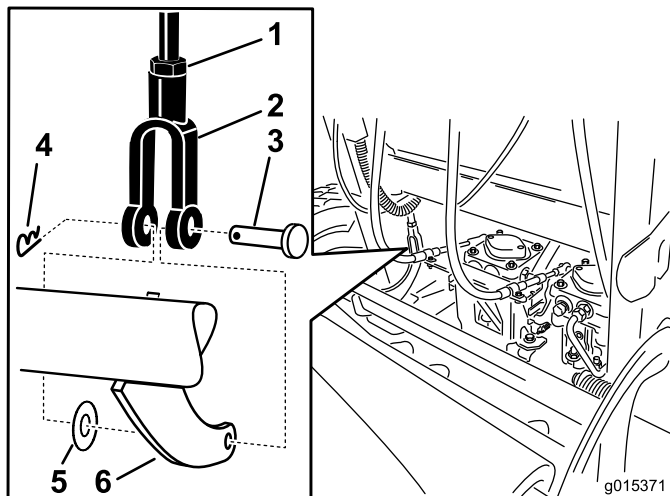

Figura 64
5. Para ajustar el freno, retire el pasador y el pasador de horquilla de la palanca de freno inferior y la horquilla (Figura 64).
6. Afloje la contratuerca (Figura 64).
7. Gire la horquilla (Figura 64).
8. Sujete la horquilla a la palanca de freno inferior con el pasador y la chaveta (Figura 64).
9. Apriete la contratuerca (Figura 64).